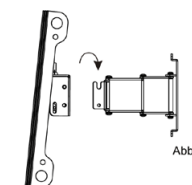

Abb. 10
Nachdem Sie den Bildschirmhalter und die Bildschirmbügel an Ihrem Bildschirm montiert haben, hängen Sie den Bildschirm, wie in Abbildung 10 gezeigt, auf die Wandhalterung. Wenn der Bildschirm sicher an der Wandhalterung hängt, müssen Sie mittels der vorinstallierten Schrauben (U) die Wandhalterung mit der Bildschirmhalterung verbinden. Die Neigung des Bildschirms können Sie mit Hilfe der Flügelmutter an der Wandhalterung einstellen.